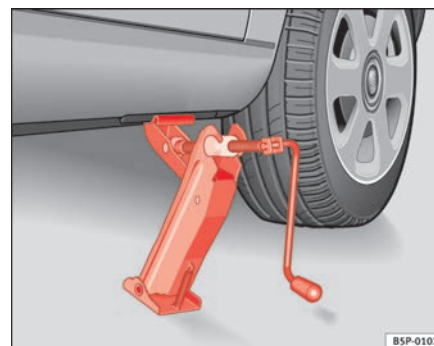

Abb. 171 Wagenheber
- Richten Sie den Wagenheber so aus, dass seine Klaue den Steg des Unterholms umfasst und die bewegliche Grundplatte plan auf dem Boden aufliegt ⇒ Seite 254, Abb. 171.